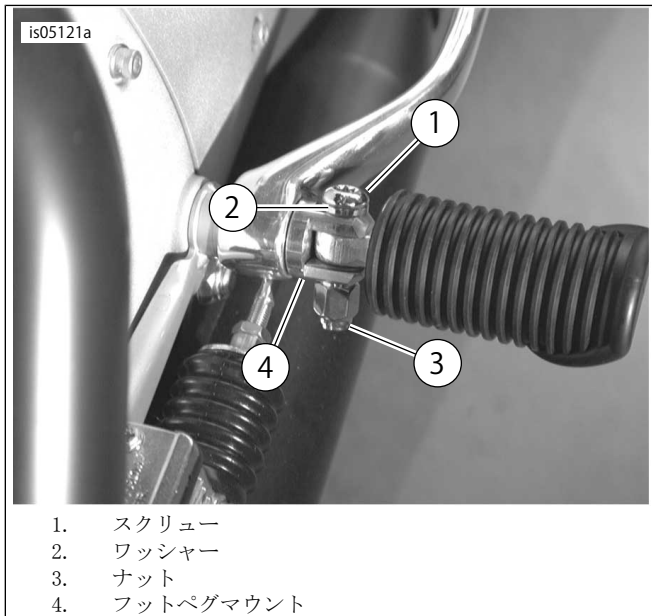

図2。フットペグスクリューの取り付け
2. 図2を参照してください。フットペグを新品のワッシャー(2)とスクリュー(1)で取り付けます。